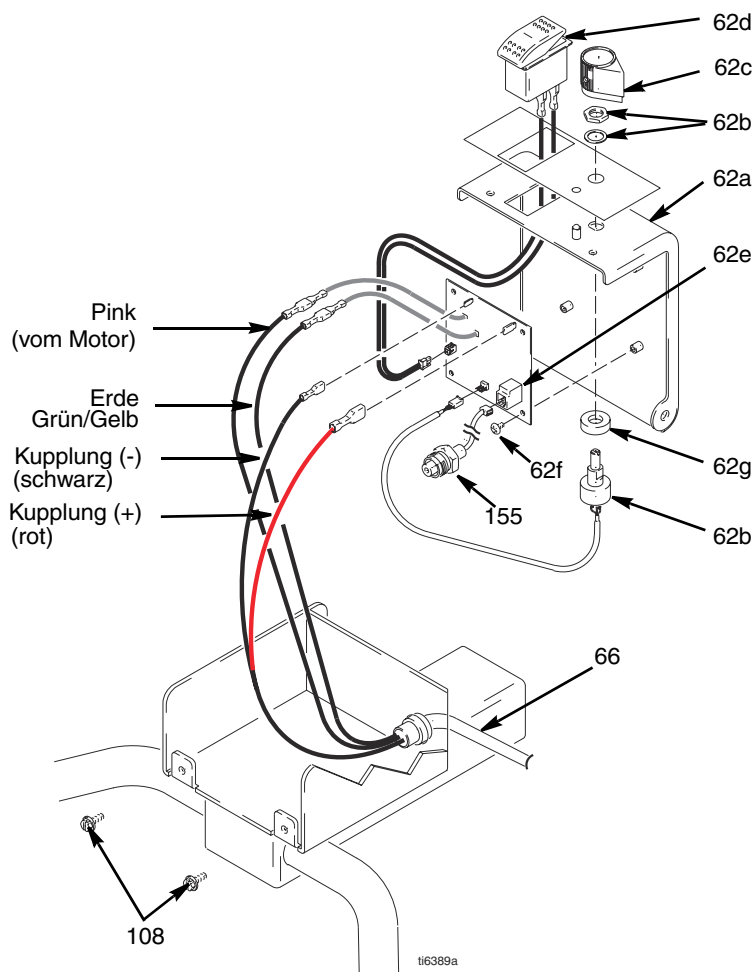

ABB. 14
2. ABB. 14. Zwei Schrauben (108) entfernen und die Abdeckung (62a) öffnen.
3. Motor- und Erdungsleiter vom Kabelbaum (66) lösen.
- Kabel vom Druckwandler (155)
1. ABB. 14. Die Steuerkarte (62e) mit vier Schrauben (62f) anbringen.
4. Die Abdeckung (62a) schließen und mit zwei Schrauben (108) sichern.
3. Kabel des Drucksensors (155) von der Steuerkarte (62e) abziehen.
4. Stecker des Drucksensors durch die Zugentlastungsbuchse (151) ziehen.
5. Drucksensor und O-Ring (99) vom Filtergehäuse (67) abnehmen.
1. ABB. 14. O-Ring (99) und Drucksensor (155) im Filtergehäuse (67) anbringen. Mit 35 - 45 ft-lb festziehen.
3. Das Kabel (E) an der Steuerkarte (62e) anschließen.
2. ABB. 14. Potentiometer, Wellenmutter, Federring und Potentiometerknopf (62c) installieren.